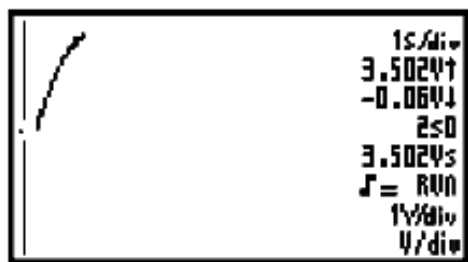

Fig 28
- Per valori della base dei tempi di 1s/div o superiori, le regolazioni non possono essere cambiate e sono fisse per: Vsample, sample time, Vmin e Vmax (vedi fig. 28).